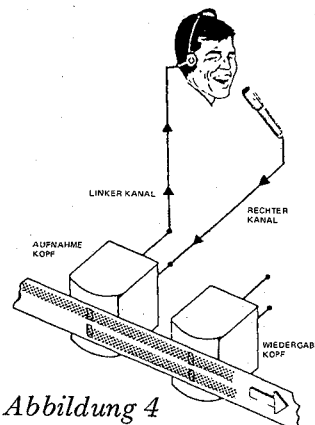

Abbildung 4
- Beginnen Sie mit der Aufnahme. Sie hören nun das Programm des linken Kanals (Basis-Programm) über den Aufnahmekopf (die Qualität ist reduziert). Synchron dazu kann man nun auf dem rechten Kanal ein Programm, z.B. über Mikrofon usw. hinzufügen (siehe Abbildung 4).